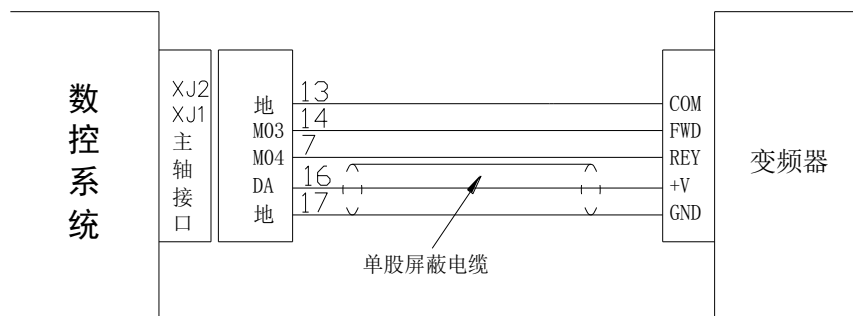

图 6.19
模拟信号 (DA) 输出 0~10V 模拟电压, 接变频器。模拟地与信号地在系统内互连。该线必须单独用一芯屏蔽线, 地线为屏蔽层。系统出厂设为 0~+10V, 它与触点信号配合可控制变频器正转、反转及变速。要求外设 (变频器) 吸收电流 < 5mA。该接口与变频器连接图如图 6.19 所示: